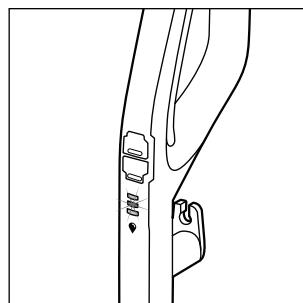

Afb. 13
- ◆ Druk op de schakelaar harde vloer  14 om het apparaat in te schakelen (zie afb. 13). De LED van de schakelaar harde vloer  14 licht blauw op.
- ◆ Druk opnieuw op de schakelaar harde vloer  14 om het apparaat uit te schakelen (zie afb. 13).